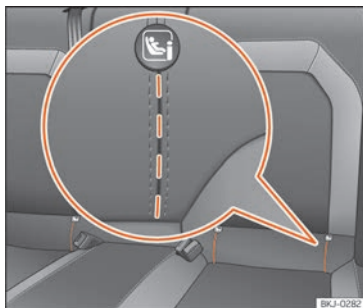

Fig. 26 Asiento trasero: ranuras troqueladas para acceder a las anillas de sujeción ISO-FIX/iSize.
En algunos vehículos, las anillas van fijadas al armazón del asiento y en otros al suelo posterior. Las anillas “ISOFIX” están ubicadas entre el respaldo y el cojín del asiento trasero » **fig. 26**. Las anillas Top Tether* están situadas en la zona posterior de los respaldos
• Proceda previamente a la apertura manual del troquelado situado detrás de las ranuras marcadas para tener acceso a las argollas de sujeción » **fig. 26.**